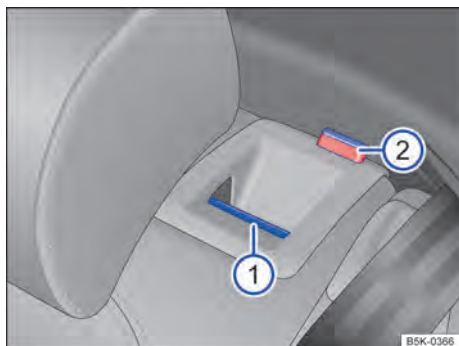

Fig. 64 No encosto do banco traseiro: botão de destravamento.
- Puxar o botão de destravamento → Fig. 64  para frente e, ao mesmo tempo, rebater o encosto do banco traseiro para frente.
- A respectiva parte de encosto do banco traseiro estará destravada quando a marcação vermelha → Fig. 64  estiver visível.
- A marcação vermelha → Fig. 64  não pode mais estar visível.